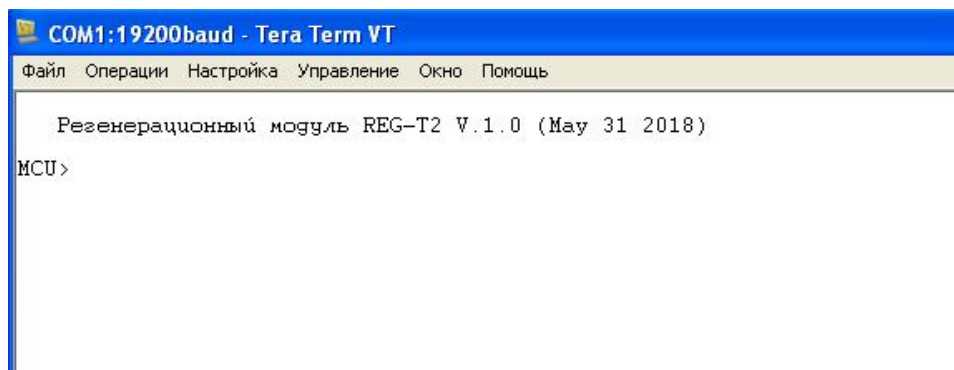

Рисунок 30 – Программа «Tera Term»
Если изменения ПО модуля REG-T2 не были произведены, то происходит выполнение основной программы, записанной в память FLASH микроконтроллера. При этом должна отобразиться в программе «Tera Term» версия ПО и ее дата создания для модуля REG-T2 (см. рисунок 30).
12.8 После обновления ПО будет автоматически производиться инициализация модуля REG-T2. В ПО «Tera Term» отобразится текущая версия ПО и ее дата создания для модуля REG-T2 (см. рисунок 30).